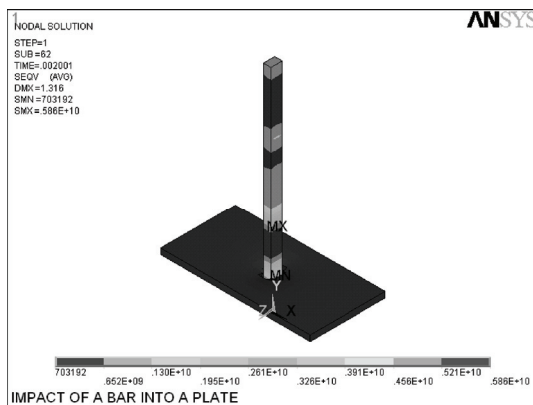

图 5-270 等效应力等值线图
- 5) 选择 Main Menu | General Postproc | Plot Results | Contour Plot | Nodal Solu 命令，出现 Contour Nodal Solution Data 对话框。选择 Nodal Solution | Stress | von Mises stress，单击 OK 按钮，ANSYS 显示窗口显示等效应力等值线图，如图 5-270 所示。